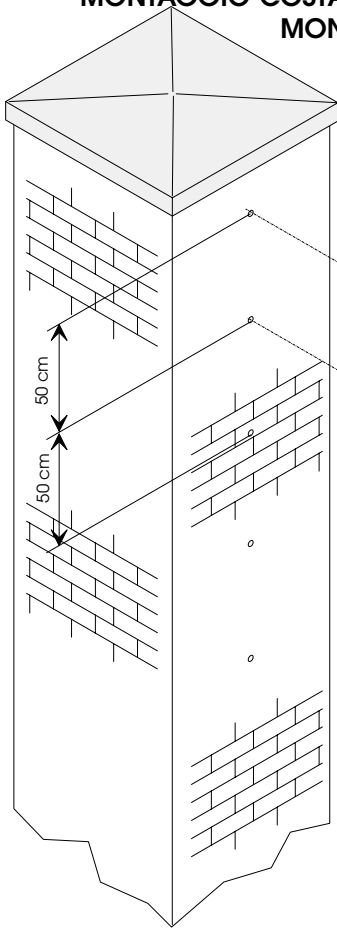

Fig.1
-Posizionare la guida (rif. 1) sul montante, fissandola ogni 50 cm per tutta la sua lunghezza (fig.1).
-Position the guide (1) on the upright and secure it every 50 cm along its entire length (fig. 1).
-Monter la glissière (rep. 1) sur le montant en la fixant tous les 50 cm (fig.1).
-Die Führung (Pos. 1) an den Ständer anlegen und auf der gesamten Länge im Abstand von jeweils 50 cm befestigen (Abb. 1).
-Colocar la guía (ref. 1) a lo largo del montante y fijarla cada 50 cm (fig.1).
- Insert the safety edge CN60E (2) in the guide (1) and make sure that the guide's projecting metal rib(1A) engages in the rubber channel on the safety edge (2A).
- Clamp the edge and guide assembly with the closure profile (3), making sure that it engages correctly with the guide.
- Die Führung (Pos. 1) an den Ständer anlegen und auf der gesamten Länge im Abstand von jeweils 50 cm befestigen (Abb. 1).
- Introducir en la guía (ref. 1) la protección CN60E (ref. 2) y controlar que el borde metálico de la guía (ref. 1A) entre por la ranura de goma de la protección (ref.2A).
- Cerrar el grupo con el perfil (ref. 3) y verificar que encaja en la guía correctamente.
- 1) Stabilire la lunghezza totale della costa tagliando a misura desiderata la guida in estruso con rispettivo profilo di chiusura (Fig.1 rif.1).
- 1) Find out total length of the edge by cutting to required length the guide in extruded material with its closing profile (Fig.1 ref.1).
- 1) Etablir la longueur totale du bord en coupant le guide, réalisé dans un matériau extrudé en fonction de la dimension souhaitée, avec le profilé de fermeture correspondant (Fig.1- réf.1).
- 1) Die Gesamtlänge der Leiste abmessen und die fließgepreßte Führung mit dem zugehörigen Schließprofil auf die entsprechenden Länge zurecht schneiden (Abb.1 Bez.1).